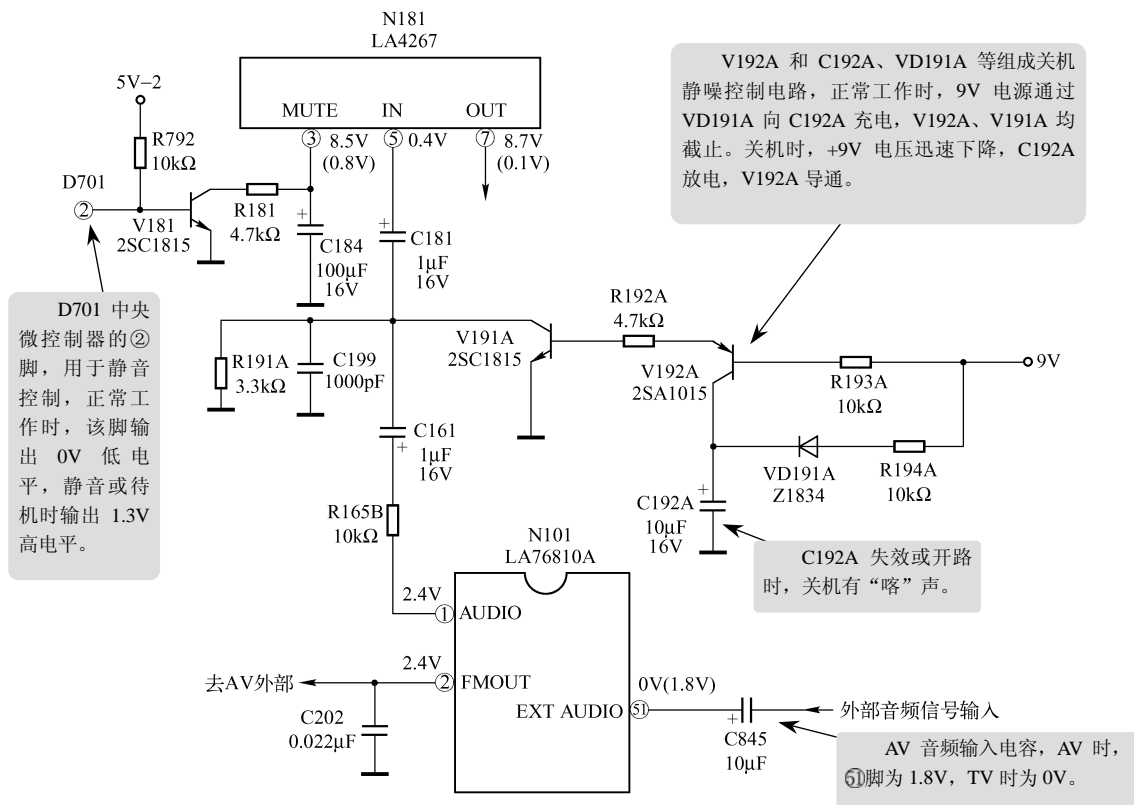

图 7-30 长虹 G2136 (K) 关机静噪控制电路故障检修
检查与分析：根据检修经验，无伴音、图像正常一般是音频信号处理或伴音功放输出级电路有故障。在开壳检查前，可首先转换输入 AV 音频信号，看 AC 状态是否有声音出现，以鉴别伴音中频及调频检波等功能是否正常。经试验，仍无伴音，这时应重点检查 N101①脚输出电压和 N181⑤脚输入电压及关机静噪电路，如图 7-30 所示。
在如图 7-30 所示中，N101 (LA76810A) ①脚用于音频信号输出，输出信号经 C161、C181 耦合送入 N181⑤脚，由 N181 放大后从⑦脚输出，有信号输出时，⑦脚直流电压约为 8.9V，无信号时约为 0.1V。经检查，N181⑦脚始终为 0.1V，但 N101①脚有信号电压抖动，
小结: 在如图 7-30 所示中, R193A 为 V192A 提供偏置电压, 以使 C192A 在整机正常工作时处于截止状态, 但当其阻值增大时, V192A 基极电压下降, 在 C192A 充电电压的作用下会使 V192A 导通, 从而造成静噪功能误动作, N181⑦脚无输出。因此, 检修时应注意 V192A 的工作状态。